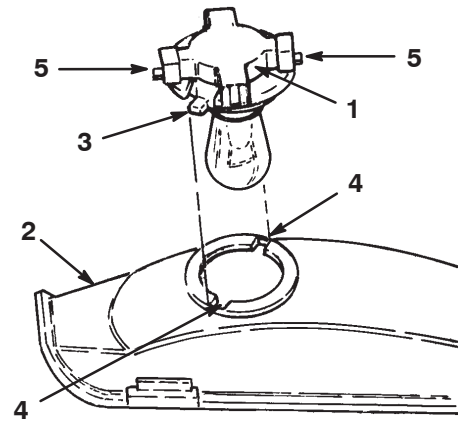

Bild 25
7. Drehen Sie die Birnenfassung um 1/4 Umdrehung nach links und nehmen die Birne aus dem Reflektor (Bild 25).
3. Richten Sie die Laschen an der Birnenfassung mit den Schlitz im Reflektor aus (Bild 25).